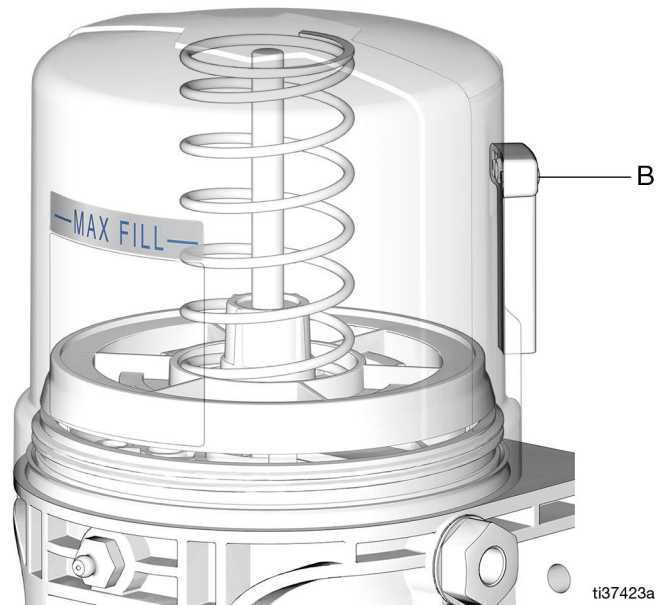

FIG. 20
3. Riempire il serbatoio con grasso NLGI fino alla linea di riempimento massimo (FIG. 20).
NOTA: Il tubo di sfiato (B) non deve essere utilizzato come indicatore di riempimento eccessivo (FIG. 20).